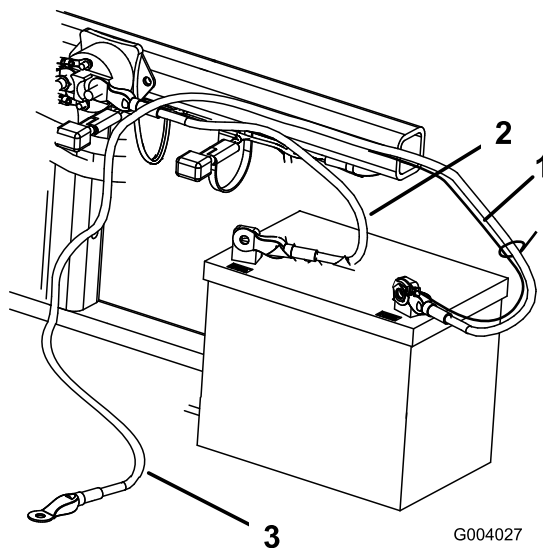

Рисунок 5
2. Закрепите положительный провод (красный) на положительной (+) клемме болтом ($\frac{1}{4} \times \frac{5}{8}$ дюйма) и контргайкой (Рисунок 5).
3. Подсоедините короткий черный провод и отрицательный кабель (черный) к отрицательной (-) клемме аккумулятора болтом ($\frac{1}{4} \times \frac{5}{8}$ дюйма) и контргайкой ($\frac{1}{4}$ дюйма) (Рисунок 5).